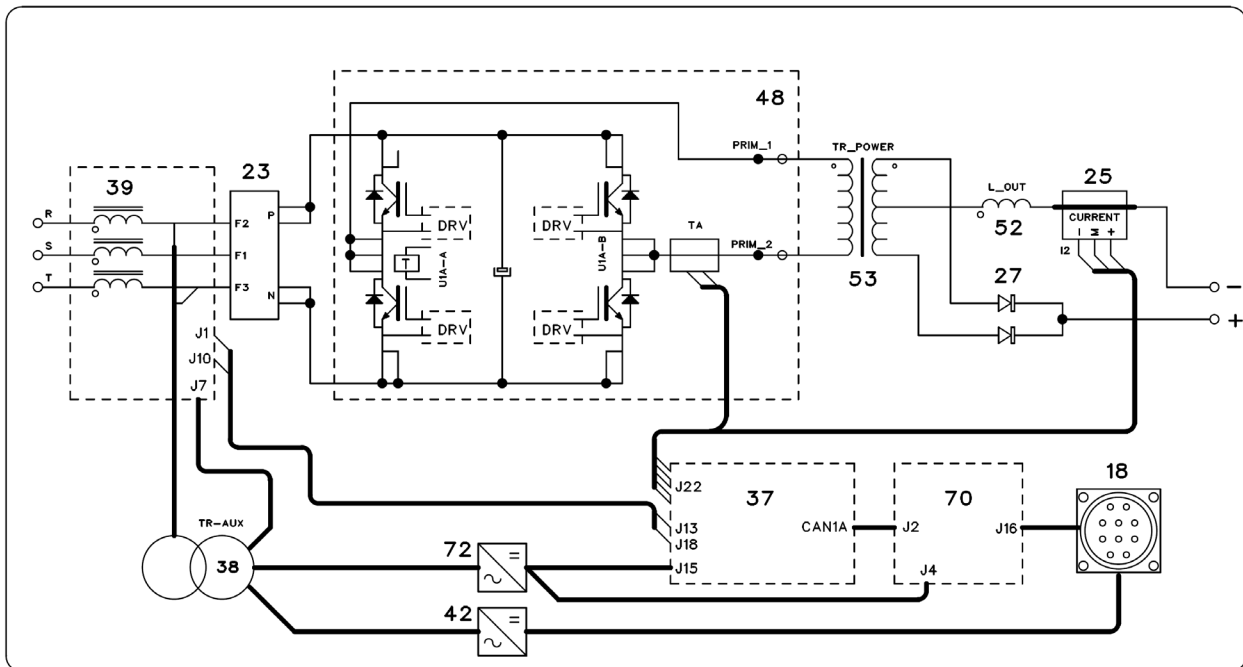

FIG. 2.3.1
Facendo riferimento agli schemi elettrici di par. 5, allo schema a blocchi di fig. 2.3.1, ai disegni esplosi e tabelle di par. 4, si possono individuare i blocchi principali che compongono il generatore.
Il ponte raddrizzatore (23) e la scheda potenza (48), sono gli elementi di potenza dei primi due stadi convertitori. Più precisamente in fig. 2.3.1 si possono identificare :
- il ponte raddrizzatore trifase (23), che converte la tensione alternata di rete (400 Vac) in tensione continua (540 Vdc) atta ad alimentare i condensatori-DC e l'inverter;